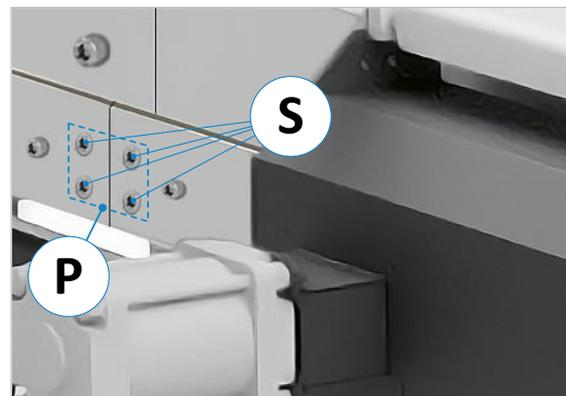

Abbildung 10: Segmente verbinden (Hinterseite)
2. **Nur EXAKT HD A und E:** Um die Führungs-Flachstähle (F) für den Anschlag an den Stoßstellen miteinander zu verbinden, verwenden Sie pro Stoßstelle je eine der mitgelieferten Verbindungsplatten (P) mit den vier Gewindebohrungen (siehe  $\Rightarrow$  Abbildung 10). Bringen Sie diese von der Vorder- bzw. Innenseite aus an und befestigen Sie sie mit einem SW 6 Innensechskantschlüssel von der Rückseite aus über die vier Innensechskantschrauben (S).
**Wichtig:** Vor dem Festziehen ist darauf zu achten, dass die Führungs-Flachstähle (F) exakt bündig zueinander fluchten  $\rightarrow$  Der Luftspalt zwischen den Flachstählen sollte so gering wie möglich sein.